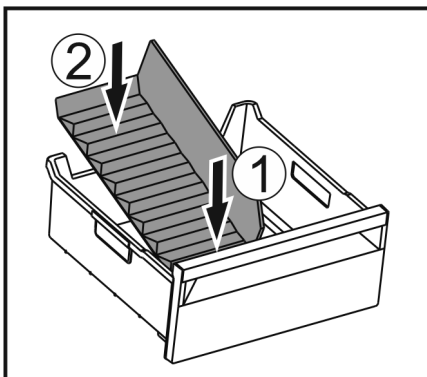

Fig. 210
- Vorderen Teil des Eisfach-Trenners einsetzen. Fig. 210 (1)
- Hinteren Teil des Eisfach-Trenners bis zum Schubfachboden absenken. Fig. 210 (2)